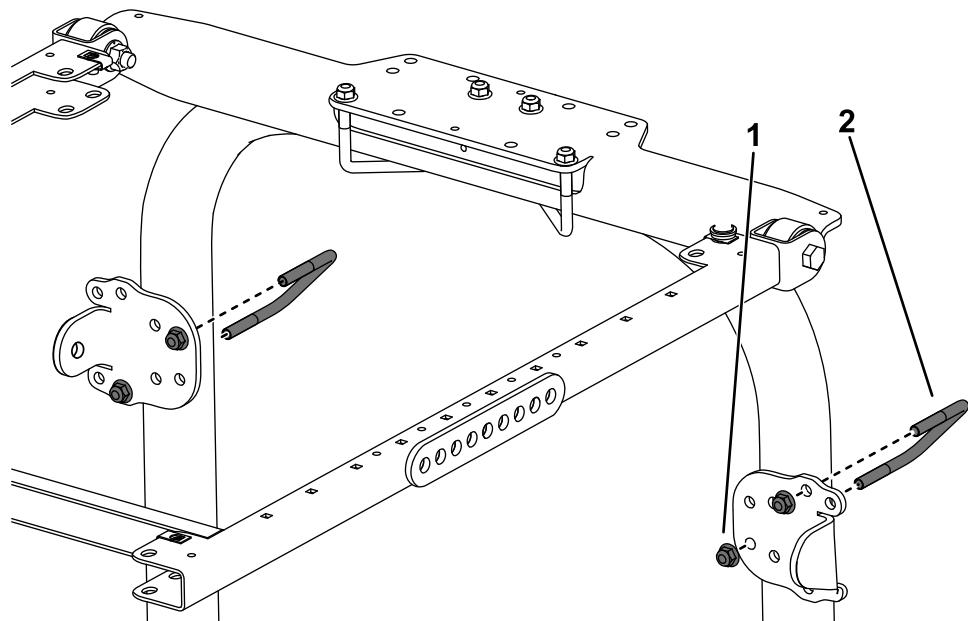

Рисунок 19
11. Используя монтажные отверстия, показанные на Рисунок 19, прикрепите, не затягивая, каждый кронштейн подпорки к стойкам защитной дуги с помощью U-образного болта (3½ x 2¾ дюйма) и 2 фланцевых гаек.